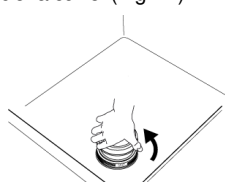

Fig.44
- 2- Dévisser le bouchon de la réserve a sel placé à l'intérieur de la cuve. (Fig.44)